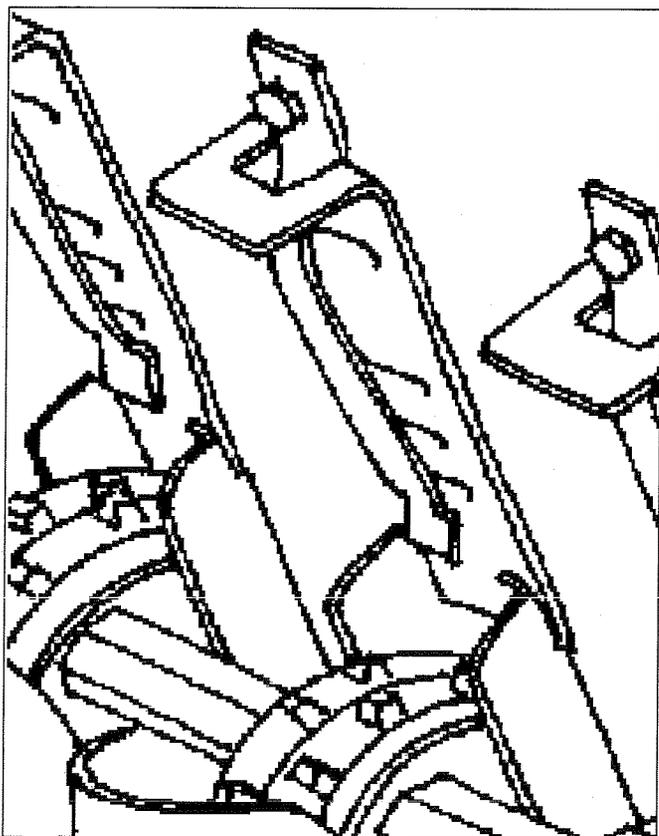

Fig.3C. Volets pour les réservoirs à semence
Les vannes ont quatre positions, et doivent être réglées individuellement. Pour cela les pousser vers le haut ou le bas. En position supérieure (pos. 1), les vannes sont entièrement ouvertes. Voir la fig. 3C.